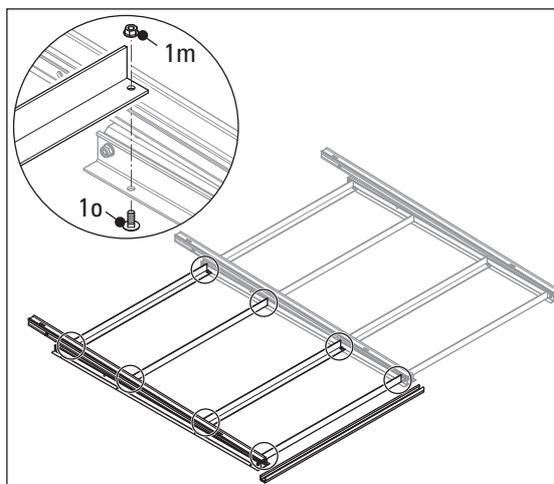

Fig. 3-8 Montar el tercer triángulo con travesaños
8. Alinear el tercer triángulo básico en la posición de montaje deseada con ayuda de la guía de perfil de montaje (fig. 3-8).
- Según el mismo esquema, montar aquí también los travesaños en ambos triángulos. Para ello, introducir aquí también uno tras otro los tornillos cilíndricos de cabeza rebajada y asegurarlos con las tuercas hexagonales con dentado de bloqueo (lupa de fig. 3-8).